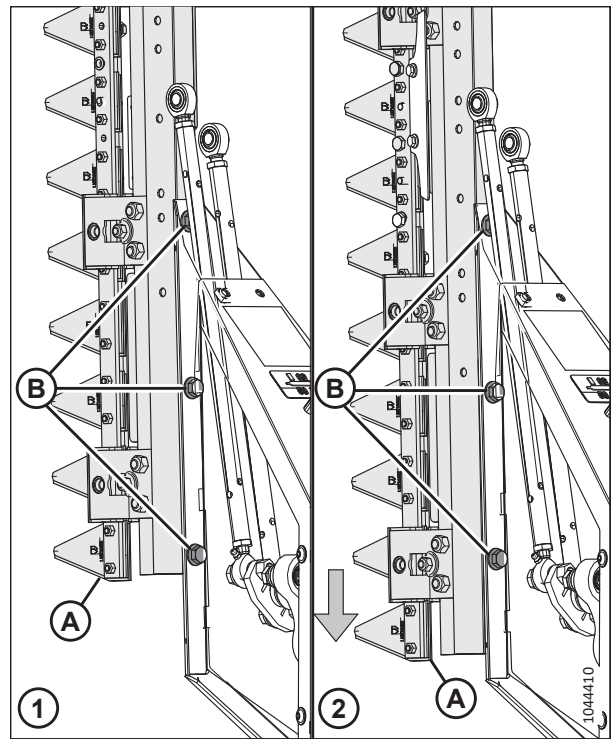

Abbildung 4.379: Einstellen der Messerposition
13. Die Messerbaugruppe (A) abstützen.
14. Die Schrauben und die Unterlegscheiben (B) entfernen. Alle vorhandenen Reste des Schraubensicherungsmittels von den Schrauben entfernen.
16. Die Messerbaugruppe (A) neu positionieren, bis die entsprechenden Konfigurationslöcher mit den Löchern am Rahmen übereinstimmen. Siehe Abbildung 4.379, Seite 509.
17. Die Schrauben (B) anbringen. Die Schrauben auf 54 Nm (40 lbf ft) anziehen.